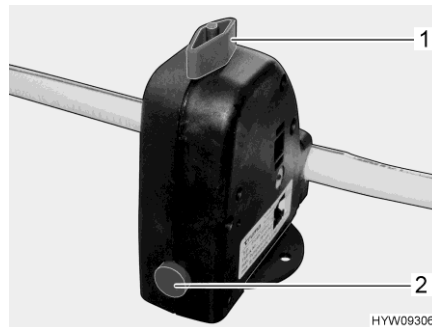

Fig. 82 Válvula de seguridad/purga (caldera)
La caldera está equipada con una válvula de seguridad/purga (Fig. 82). La válvula de seguridad/purga evita que el agua de la caldera se congele cuando no esté conectada la calefacción en caso de helada.
- Cerrar la válvula de seguridad/purga. Para ello, girar el botón giratorio (Fig. 82,1) a la posición transversal en referencia a la válvula de seguridad/purga y hundir el botón (Fig. 82,2).
- Abrir la válvula de seguridad/purga. Para ello, girar el botón giratorio (Fig. 82,1) a la posición longitudinal en referencia a la válvula de seguridad/purga. El botón (Fig. 82,2) salta hacia fuera. La caldera se vacía hacia fuera a través de la válvula de seguridad/purga.